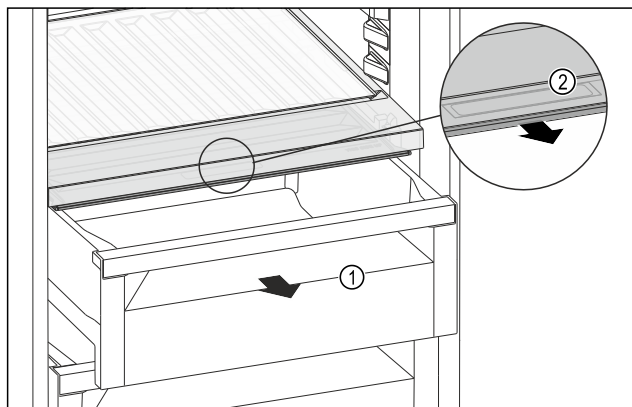

Fig. 122
- Extraer el compartimento Fig. 122 (1).
- Agarrar el tirador empotrado Fig. 122 (2) en la tapa del compartimento y tirar de la tapa del compartimento hacia delante al mismo tiempo.